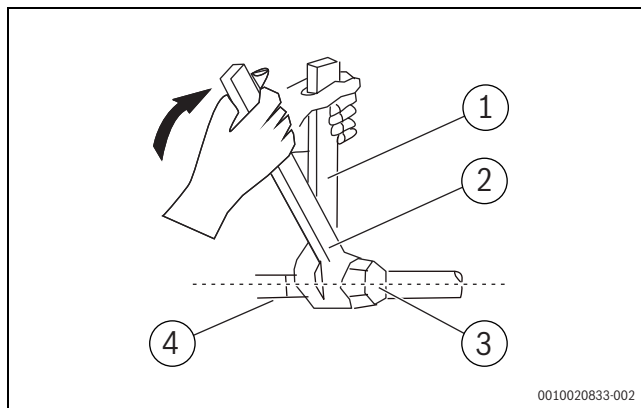

Bild 2
- Observera minsta höjd (→ bild 2 till 3).
- Välj installationsplats med hänsyn till minimiavstånden (→ bild 2).